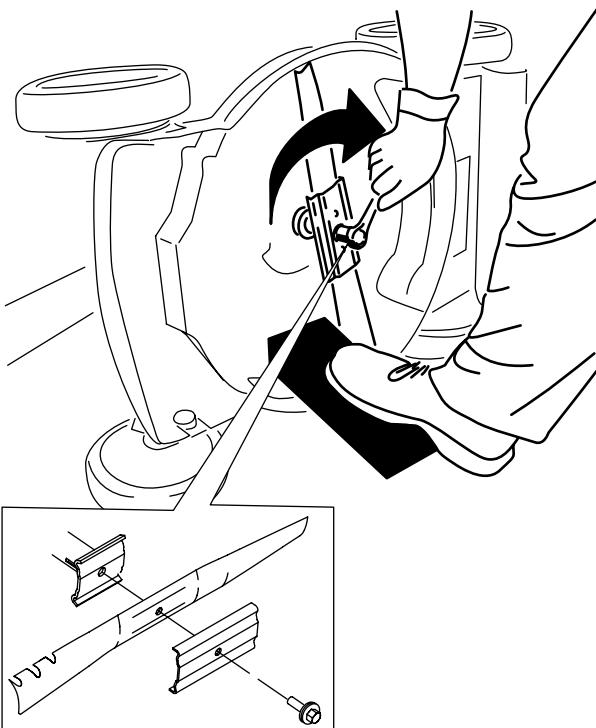

Figura 25
5. Instale la cuchilla nueva y todos los herrajes de montaje (Figura 25).